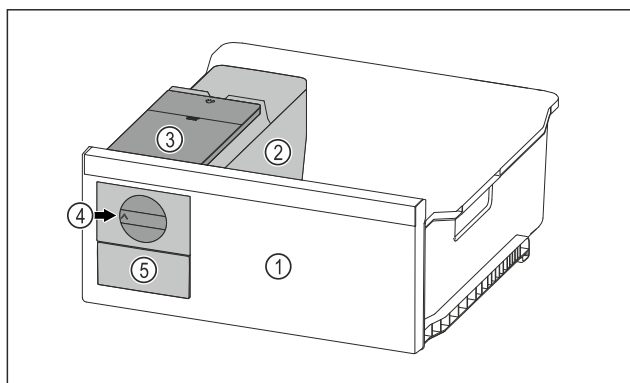

Fig. 77 Ilustrační zobrazení
- ▶ Otočte otočný knoflík Fig. 77 (4) ve směru hodinových ručiček až na doraz.
- ▷ Kostky ledu padají z misky na kostky ledu do zásuvky na kostky ledu *Fig. 77 (5)*.